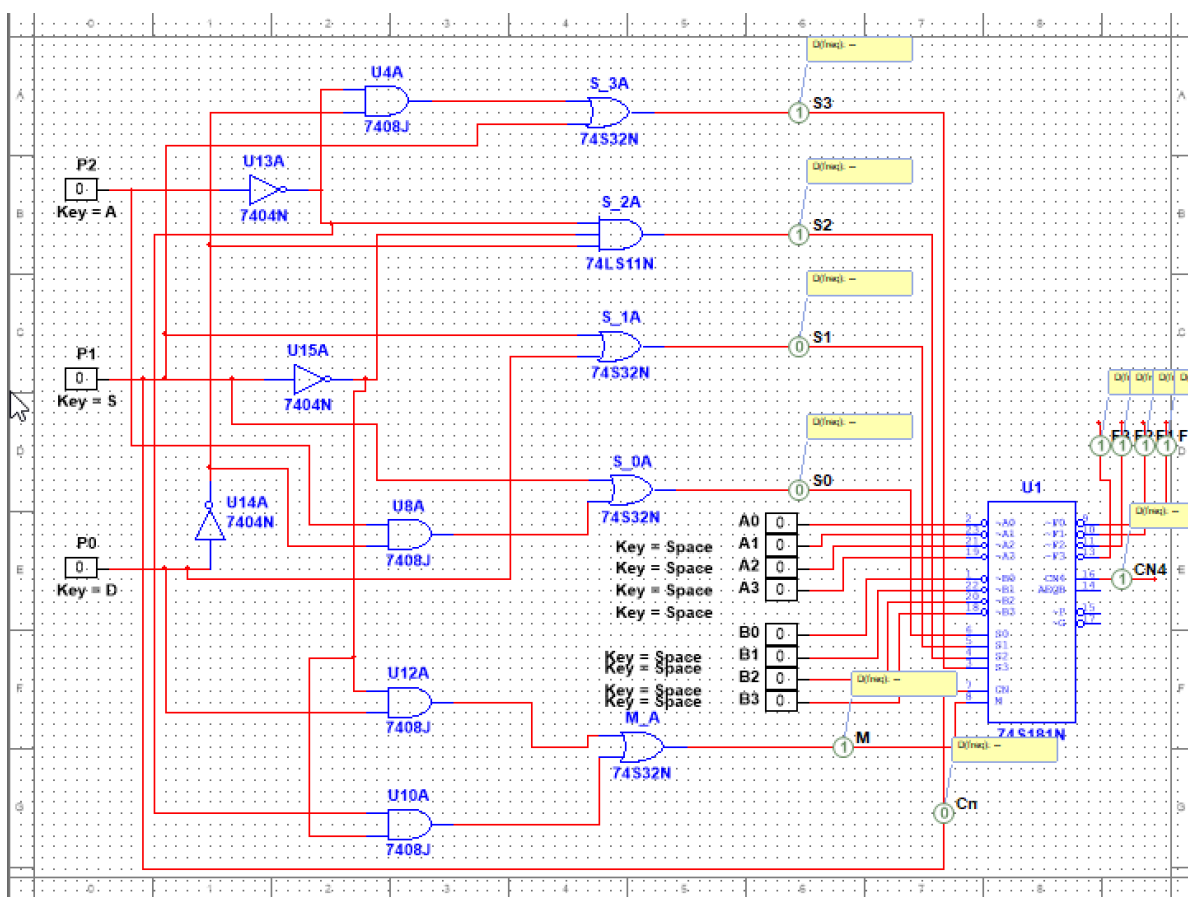

Figura 8. Prueba 1 del circuito completo
- **Prueba 1** (Figura 8): $(P2, P1, P0) = (0, 0, 0) \rightarrow$ debe realizar la operación 1, por lo que la salida siempre será $F = (1, 1, 1, 1)$, independientemente de las entradas suministradas. En el caso de la Figura 8, vemos que las entradas ejemplificadas son $A = (0000)$ y $B = (0000)$.